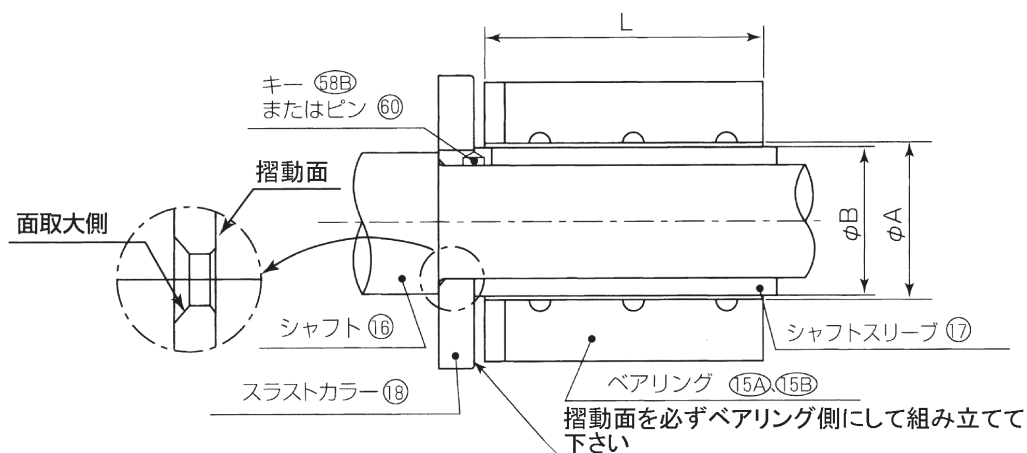

図9
- (1) シャフトスリーブ(17)の回り止めのキー(58B)またはピン(60)を図9に示す位置に装着します。